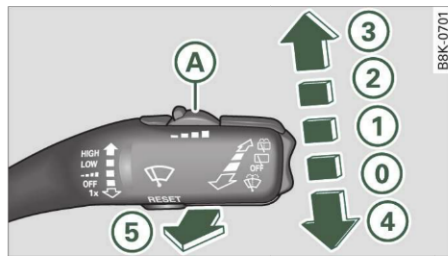

Fig. 52 Maneta de acționare a ștergătoarelor de parbriz
- Opriti ștergătorul (poziția ① ⇒ pagina 55, fig. 52).